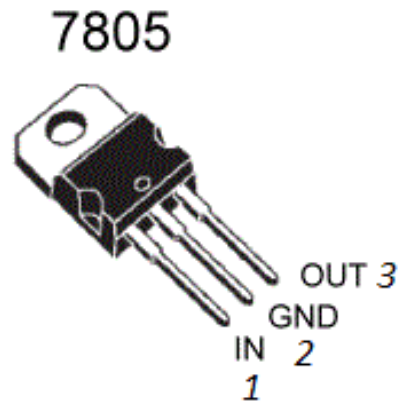

Рисунок 2. Цоколёвка L7805ACV (LM7805)
- Цоколёвка микросхемы **L7805ACV (LM7805)** по спецификации производителя представлена на рис. 2: